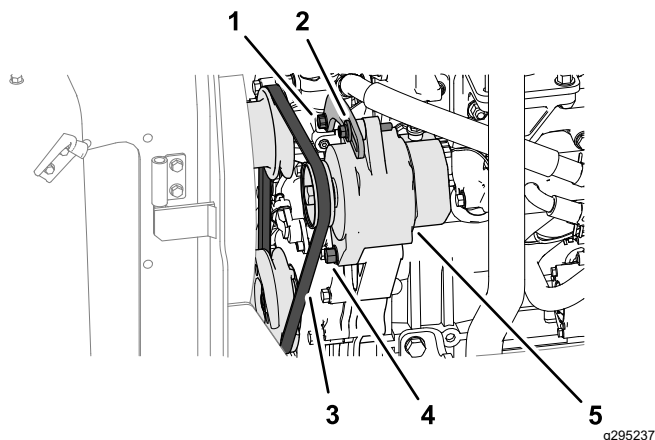

Figura 67
1. Aplique uma força de 10 kgf de força na correia do alternador (Figura 67), a meio caminho entre as polias.
- Se a deflexão da correia for inferior a 10 mm, desaperte o parafuso da articulação do alternador e parafuso de tensão (Figura 67) e reduza a tensão da correia.
- Se a deflexão da correia for superior a 10 mm, desaperte o parafuso da articulação do alternador e parafuso de tensão (Figura 67) e aumenta a tensão da correia.
3. Aperte os parafusos (Figura 67).